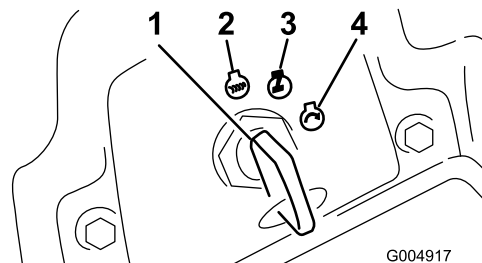

Figure 45
6. Tournez la clé dans le sens horaire en position Contact (Figure 45).
4. Tournez la clé de contact à la position Arrêt (Figure 45). Attendez l'arrêt de toutes les pièces mobiles avant de quitter la position d'utilisation.